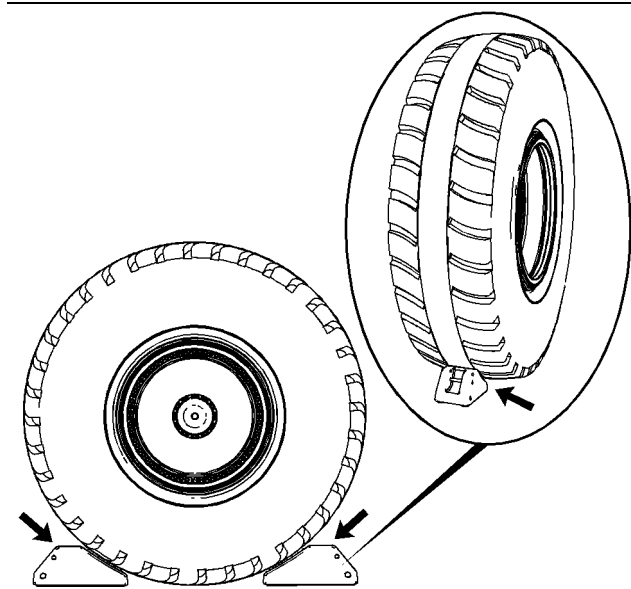

Ilustración 133
5. Quite cada bloque para rueda del soporte de almacenamiento e instálelo en el neumático, como se muestra en la ilustración 133. Coloque un bloque para rueda en la parte delantera y otro en la parte trasera del neumático. Coloque cada bloque para rueda firmemente contra el neumático y en ángulo recto con el neumático. Coloque los bloques para rueda en el centro de la banda de rodadura del neumático.